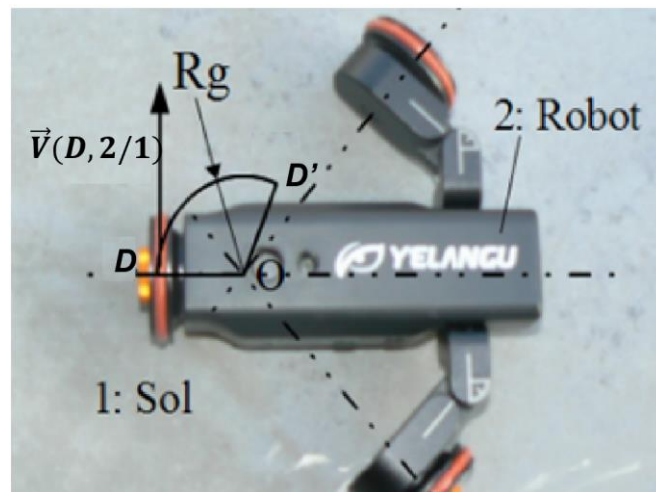

Figure 6 : réglage des bras du robot sans l'appareil photo
**Problématique** : on désire modifier le comportement du robot afin de réaliser des vues panoramiques (figure 6). La trajectoire du point D appartenant à l'axe de la roue/sol sera alors un arc de cercle (entre D et D') de centre  $O_1$ , avec une amplitude souhaitée de  $120^\circ$  et un rayon de giration faible ( $Rg = \text{distance}(D, O_1) = 20 \text{ mm}$ ). La durée souhaitée pour la prise de vue sur  $120^\circ$  est de 5 secondes. Le diamètre extérieur de la roue motrice vaut 37 mm.